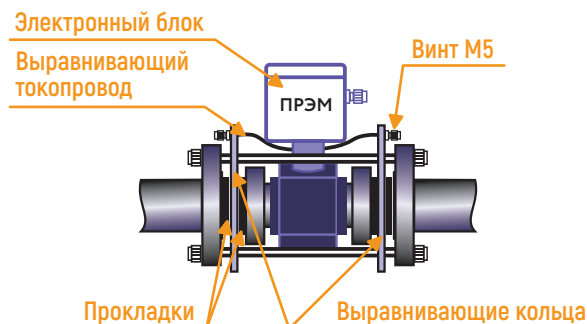

Рисунок 22. Выравнивание потенциалов для металлических токопроводов
- Для металлических трубопроводов с внутренним покрытием или пластмассовых труб – подключением выравнивающих токопроводов между электронным блоком ПРЭМ и выравнивающими кольцами выравнивание потенциалов для данного типа трубопроводов представлено на Рисунок 22.